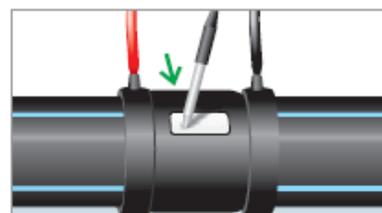

Abb. 11: Scannen der Parameter (anhand Strichcodex), Verschweißen und Abkühlzeit einhalten
7. bearbeitete Oberfläche des Mediendruckrohres und der Fittinginnenoberfläche mit zugelassener Reinigungsflüssigkeit (z. B. Tangit-Reiniger) und nicht faserndem, farbfreiem Papier reinigen | Abb. 11